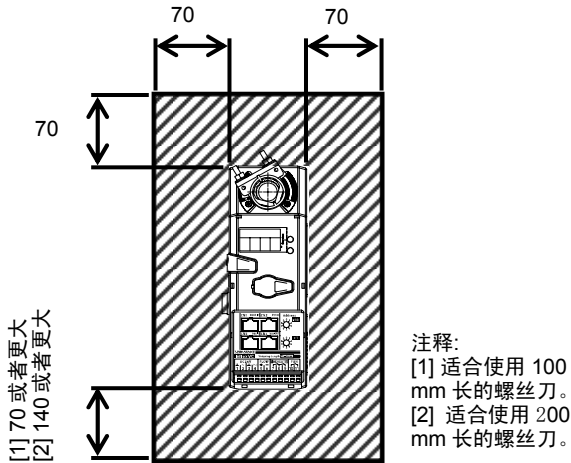

图 14. 安装维修间距(mm): 正视图
- 2) 安装Infilex VC控制器时，还要按照图14所示的距离在四周留下维修空间。要保证垂直安装Infilex VC控制器（就是将Infilex VC的安装面对着水平方向），另外还要保证的一点就是，要将Infilex VC控制器安装在可以检查接线情况（在正面）的地方。